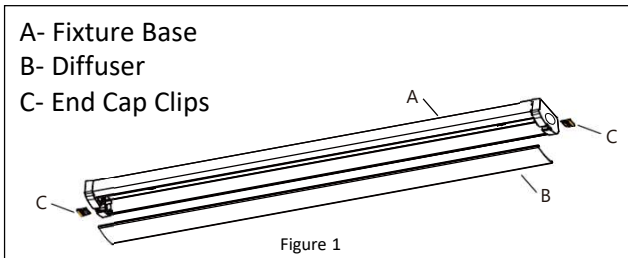

Figure 1
2. Remove diffuser (Part B) from the fixture base (Part A) by sliding an end cap clip (Part C) out from the end cap, then pull out the diffuser (Part B). Install the end cap clip back into the end cap. **See Figure 1.**
2. *Pour sortir le diffuseur (pièce B) de la base du luminaire (pièce A), retirez une attache de capuchon (pièce C) du capuchon et dégagez le diffuseur (pièce B). Remettez l'attache de capuchon dans le capuchon. **Reportez-vous à la Figure 1.***